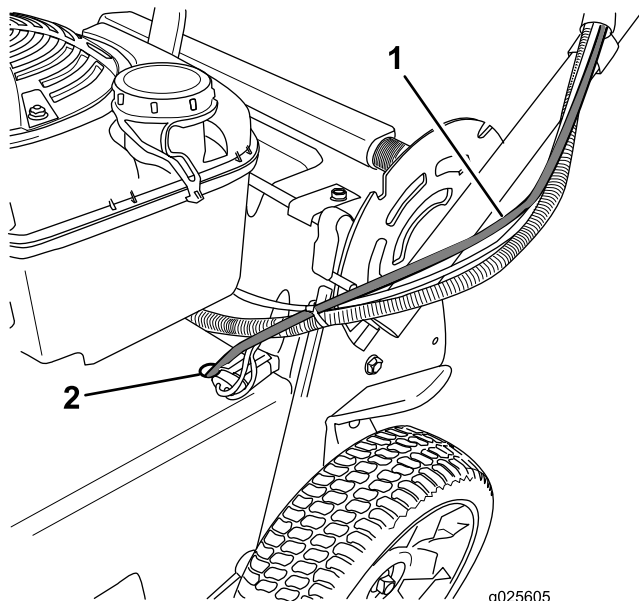

Figura 4
6. Enrute el cable hacia arriba por el lado izquierdo del manillar, según se muestra en Figura 4.